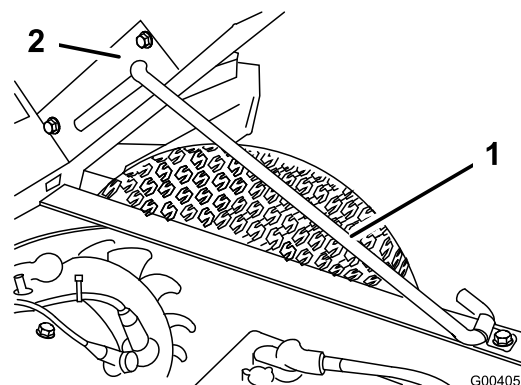

Figura 18
2. Tire de la varilla de soporte hasta que entre en la muesca, afianzando la plataforma (Figura 18).